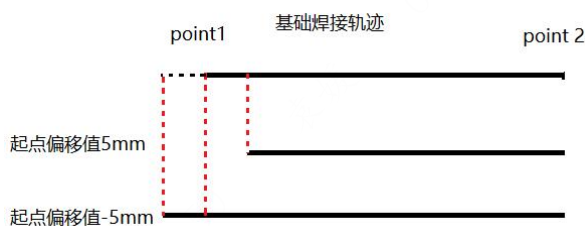

图 3-67 多层多道起点偏移示意图
- (4) 起点偏移值：起始点 X 方向偏移数值，如图 3-67 所示，单位 mm。范围：-50-50。